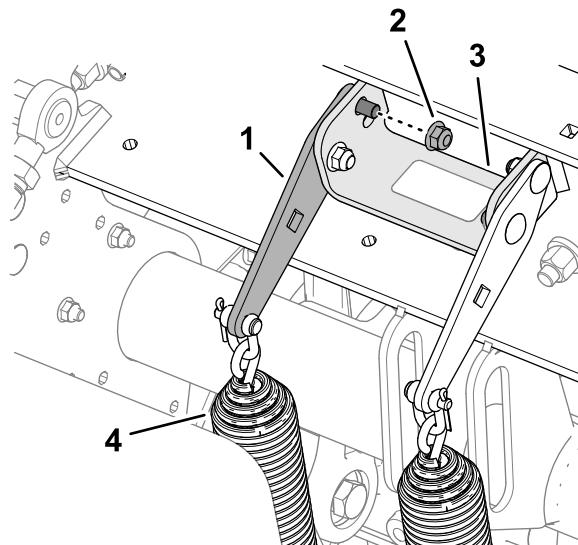

図 109
2. スプリングテンションプレートをコアリングヘッドのサポートブラケットに固定している前側フランジロックナットとキャリッジボルトをゆるめる図109。